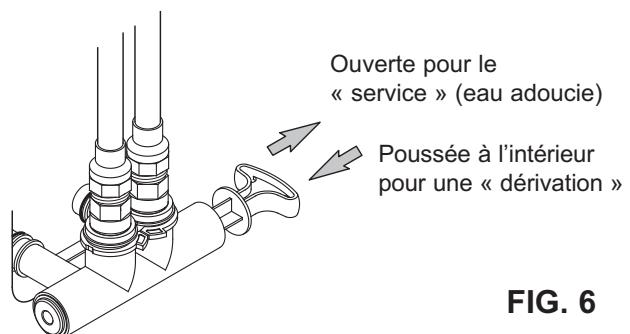
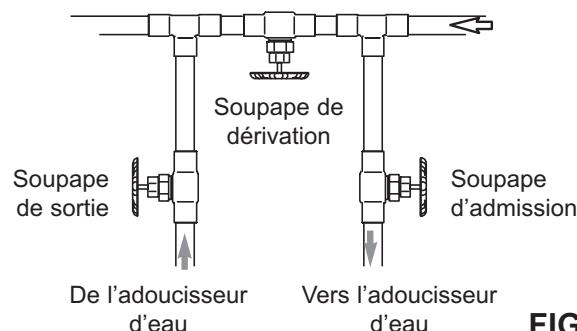

FIG. 6
FIG. 7
Installez une soupape de dérivation simple (inclusa), de la manière illustrée à la figure 6, ou, si telle est votre préférence, le système de dérivation à trois robinets (pièces non incluses) en vous reportant à la figure 7. Les robinets de dérivation vous permettent de couper l'eau alimentant l'adoucisseur, au besoin, pour effectuer des travaux d'entretien tout en continuant d'avoir de l'eau dans les tuyaux.
2. Placez la soupape de dérivation (simple ou à trois robinets) en position de « dérivation ». Voir les figures 6 et 7 à la page 7.